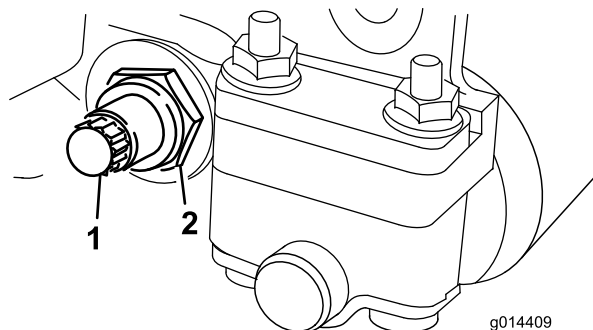

Figura 25
3. Su ciascun lato della macchina, allentate il dado di bloccaggio che fissa il bullone della barra di appoggio (Figura 25).
4. Togliete ogni bullone della barra di appoggio così che possiate tirare quest'ultima verso il basso e rimuoverla dal bullone della macchina (Figura 25).